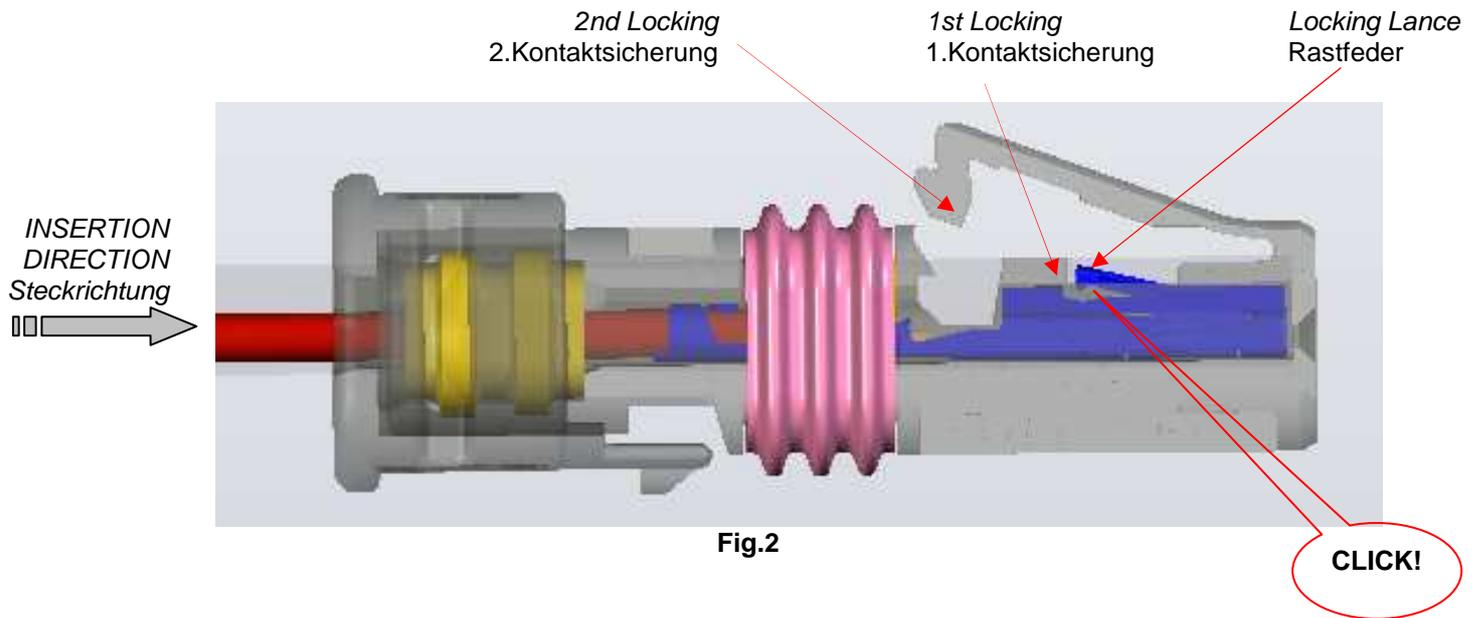

Fig.2
- INSERT THE CONTACT IN THE CAVITY UNTIL THE LOCKING LANCE OF THE CONTACT SNAPS IN THE OPENING OF THE 1ST LOCKING AS SHOWN IN FIG.2. MIN. 3 TIMES EASILY PULL BACK ON WIRE TO CHECK 1ST LOCKING POSITION.
- Kontakt in die Kammer einschieben bis die Rastfeder im Fenster der 1.Kontaktsicherung verrastet wie in Fig.2 dargestellt. Min. 3x an der Leitung leicht ziehen und Sitz 1.Kontaktsicherung prüfen.
THE CORRECT LOCKING OF THE LOCKING-LANCE ACC. FIG.2 HAS TO BE TESTED BEFORE CLOSING OF THE 2nd LOCKING. THIS IS MANDATORY AND CAN BE DONE OPTICAL OR MECHANICAL.
Die in Fig.2 gezeigte ordnungsgemäße Verrastung der Rastfedern ist vor dem Schließen der 2.Kontaktsicherung zu überprüfen. Dies ist obligatorisch und kann optisch oder mechanisch erfolgen.